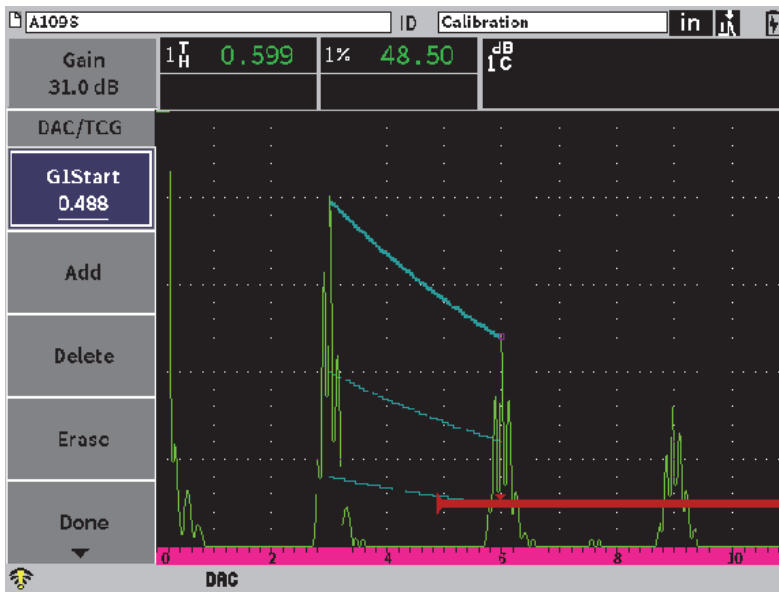

Abbildung 11-5 Zweiter DAC-Punkt
5. Drücken Sie Tab, um die Schaltfläche Hinzu hervorzuheben und drücken Sie dann Enter, um den zweiten Punkt hinzuzufügen (siehe Abbildung 11-5 auf Seite 184).
8. Drücken Sie Tab, um die Schaltfläche **Hinzu** hervorzuheben und drücken Sie dann Enter, um einen anderen Punkt hinzuzufügen (siehe Abbildung 11-5 auf Seite 184).